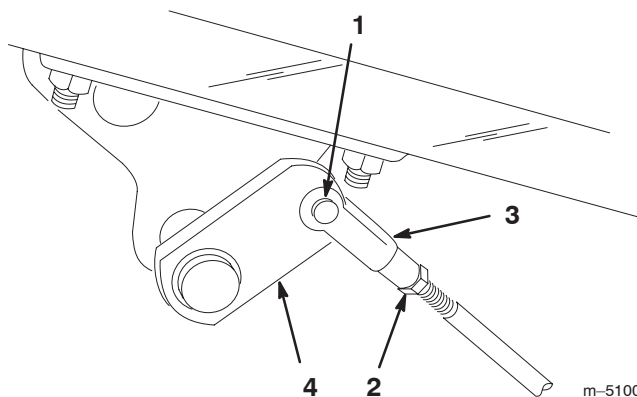

Figure 50
2. Si les freins ne se bloquent pas uniformément, désaccouplez les tiges de frein en retirant la goupille fendue et l'axe de chape (Fig. 50).
3. Desserrez l'écrou de blocage et réglez la chape comme il convient (Fig. 50).
4. Montez la chape sur l'arbre de frein (Fig. 50).